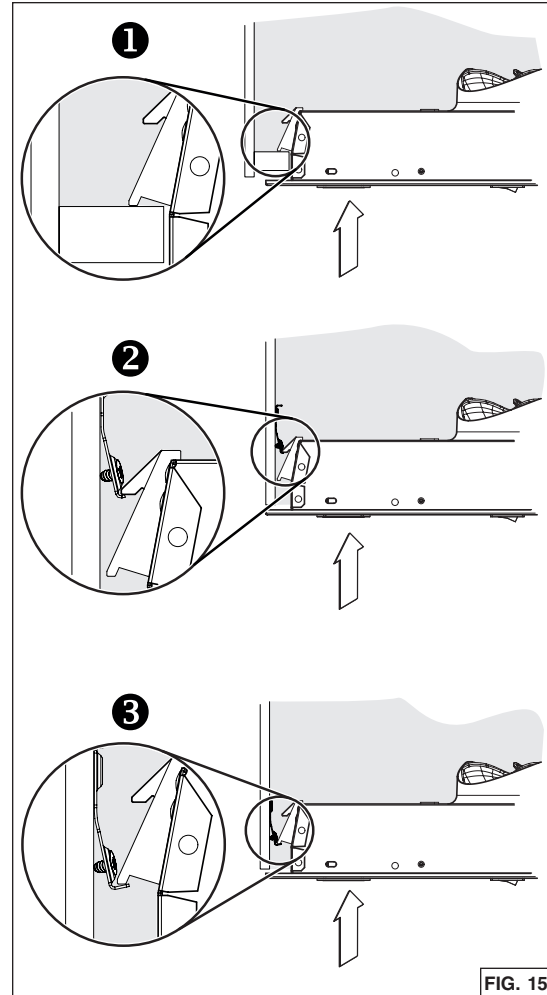

FIG. 15
2. Insertar el aparato en el gabinete hasta que sentir un click a ambos lados del aparato, confirmando que los ganchos Ease of Install están apoyando en la parte superior de los lados de la base del gabinete ❶, o en los soportes de gabinete ❷ o ❸ (FIG. 15). Mover el aparato de izquierda a derecha, de delante hacia atrás y levantarlo para comprobar que los ganchos Ease of Install retienen el aparato en el gabinete.